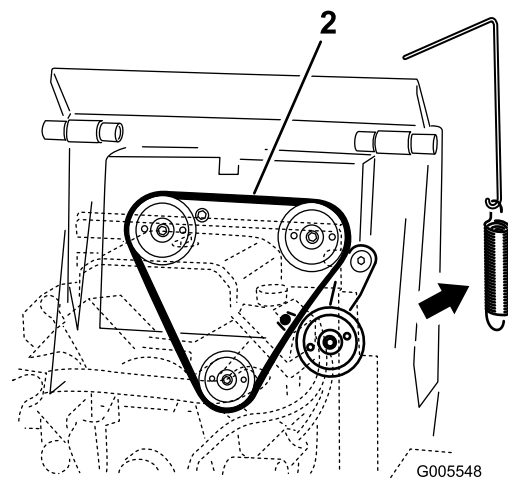

Figura 46
4. Retire el muelle de la polea tensora del conjunto de la polea tensora (Figura 46).
6. Instale una nueva correa de transmisión alrededor de las tres poleas (Figura 46).